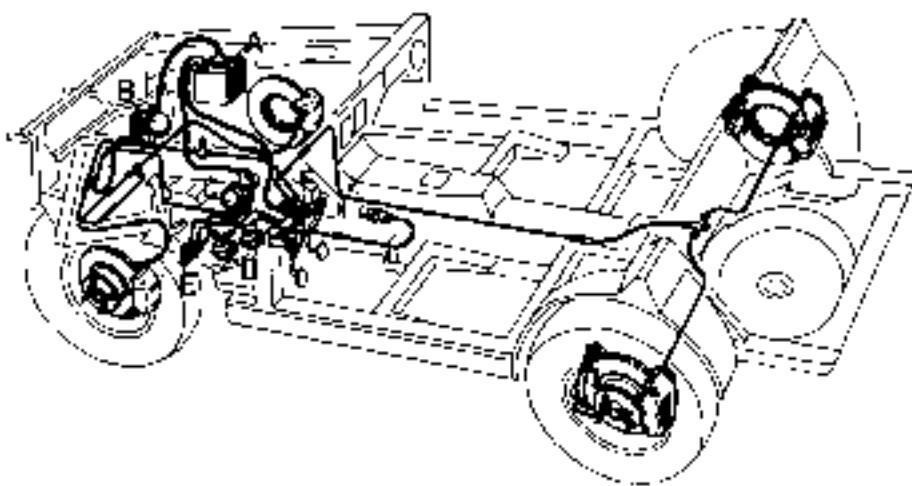

Abb. 2
Dal serbatoio A l'olio passa alla pompa B, che comandata dal motore tramite due cinghie, fornisce la pressione a tutto il circuito frenante, un regolatore C opportunamente fatto a circa 175 Kg/cm2 la invia all'avant. I raccordo E a due accumuli ion D uno per il circuito anteriore e uno per il circuito posteriore, invia alla valvola dosatrice F comandata dal pedale freno. La spia rossa (N. 11 Fig. 1) posta sopra i cruscotto segna la mancanza di pressione nel circuito idraulico. Come si vede dello schema di fig. 2 il sistema frenante è a doppio circuito.
Le système de freinage est réalisé de la façon suivante. Du réservoir l'huile passe à la pompe B qui, commandée par le moteur à travers deux courroies, fournit la pression à tout le circuit de freinage. Un régulateur (C) correctement calibré à 175 Kg/cm2 environ, transmet la pression à travers le raccord E à deux accumulateurs D (un pour le circuit avant et l'autre pour le circuit arrière) et ensuite à la soupape de dosage F commandée par la pédale de frein. La lumière rouge (N. 11 Fig. 1) placée sur le tableau de bord indique la manque de pression dans le circuit hydraulique. Comme indiqué par la fig. 2 le système de freinage est à double circuit.
The braking pressure is performed by a pump B operated by the engine by means of two belts a regulator set at C at 175 Kg/cm2, sends it through pipe E to two accumulators D, one for the front, the other for the rear circuit, then to the valve F of the circuit operated by the brake pedal. The red warning light (N. 11 Fig. 1) on the dashboard indicates insufficient pressure in the hydraulic circuit. As in fig. 2 the braking system has two circuits.
Wie aus dem Schema (Abb. 2) ersichtlich, hat das Bremsystem zwei voneinander unabhängige Bremskreise.